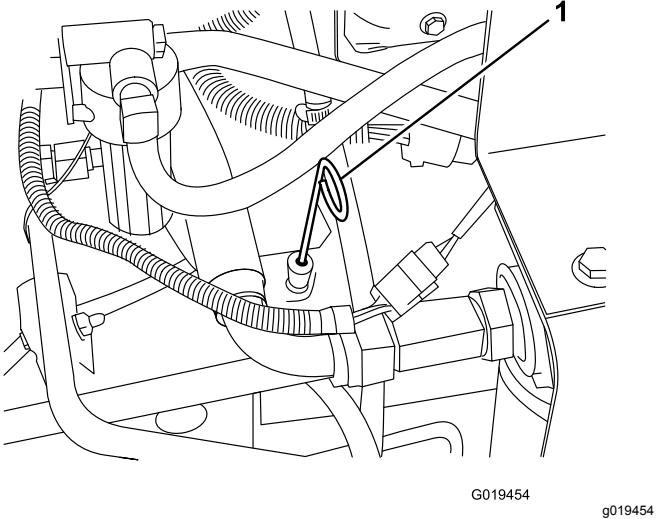

Bild 49
3. Entfernen Sie den Peilstab (**Bild 49**), wischen Sie ihn ab und führen Sie ihn wieder in das Rohr ein; ziehen Sie ihn dann wieder heraus.